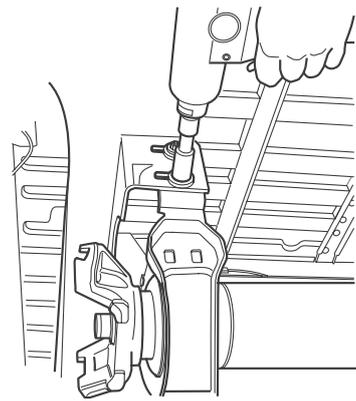

Figura 9.7
3. Remova os parafusos do suporte do rolamento de centro. Figura 9.7. Permita que o eixo de acoplamento descanse na alça de suporte.